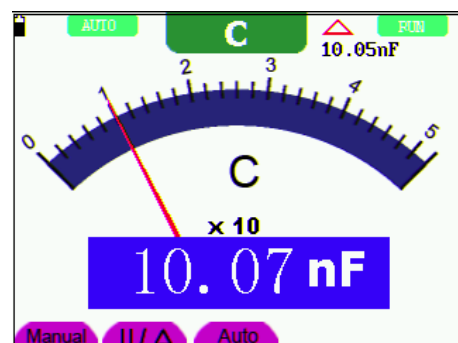

Рисунок 32. Относительные измерения
5. Вставьте обследуемый конденсатор в модуль для измерения емкости, и основное текущее показание дисплея покажет величину емкости конденсатора (см. рисунок 32).